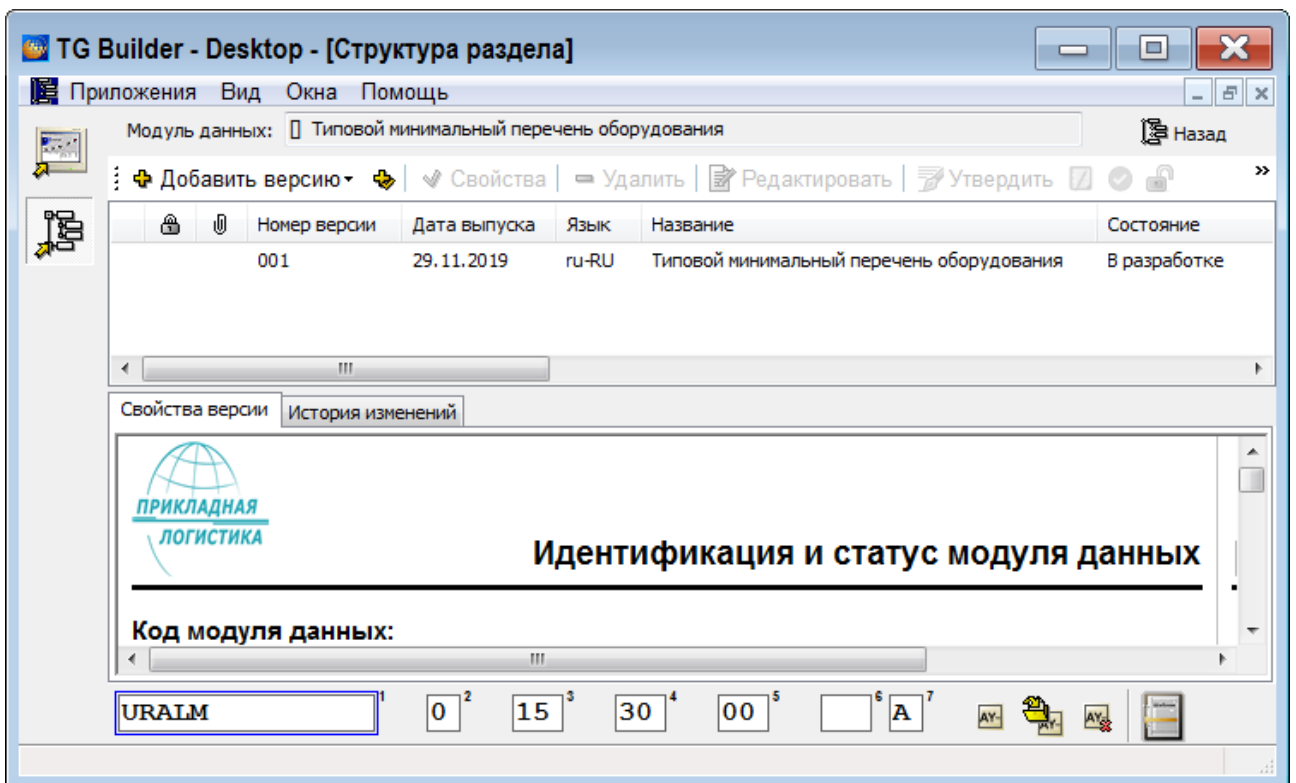

Рисунок 521
- 4) При необходимости введите причину добавления новой версии и отредактируйте параметры версии МД, присвоенные по умолчанию (рисунок 521).